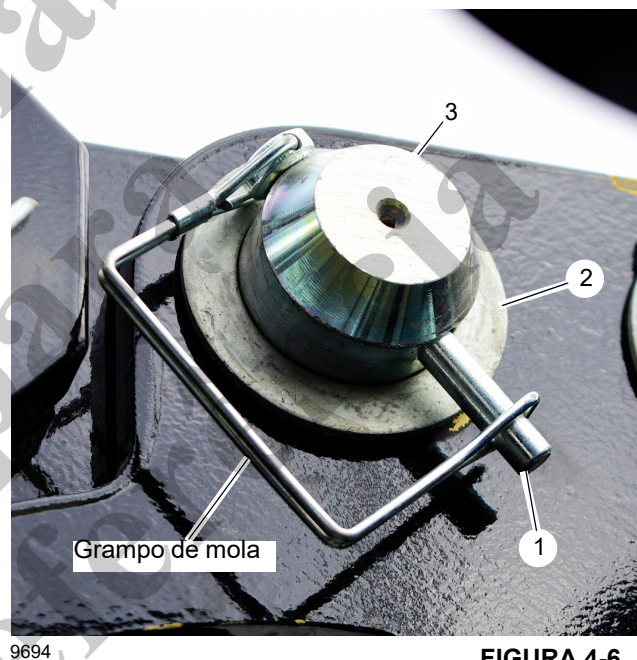

FIGURA 4-6
- Deslocamento de 30 graus — Os pinos de deslocamento são removidos e retraídos nas buchas de arreamento (Figura 4-6).
3. Remova os pinos de trava (1, Figura 4-6), as arruelas (2) e os pinos de deslocamento (3).
4. Instale as arruelas (2), os pinos de deslocamento (3) e os pinos de trava (1) nas buchas de armazenamento (4). Fixe com os grampos de mola do pino de trava.
3. Remova os pinos de deslocamento (1), as arruelas (2) e os pinos de trava (3) das buchas de armazenamento (4, Figura 4-6).